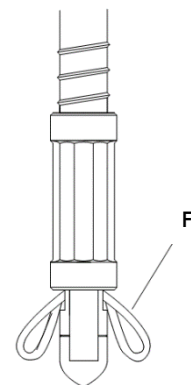

Abb.3
Kraftbegrenzung am Schrauber auf niedrigste Position einstellen. Einen nicht eingebauten ZHRD-R (Abb.3) in der Hand halten, anziehen und die Drehmomentbegrenzung soweit anpassen, bis die Knotenbildung (F) abgeschlossen ist.